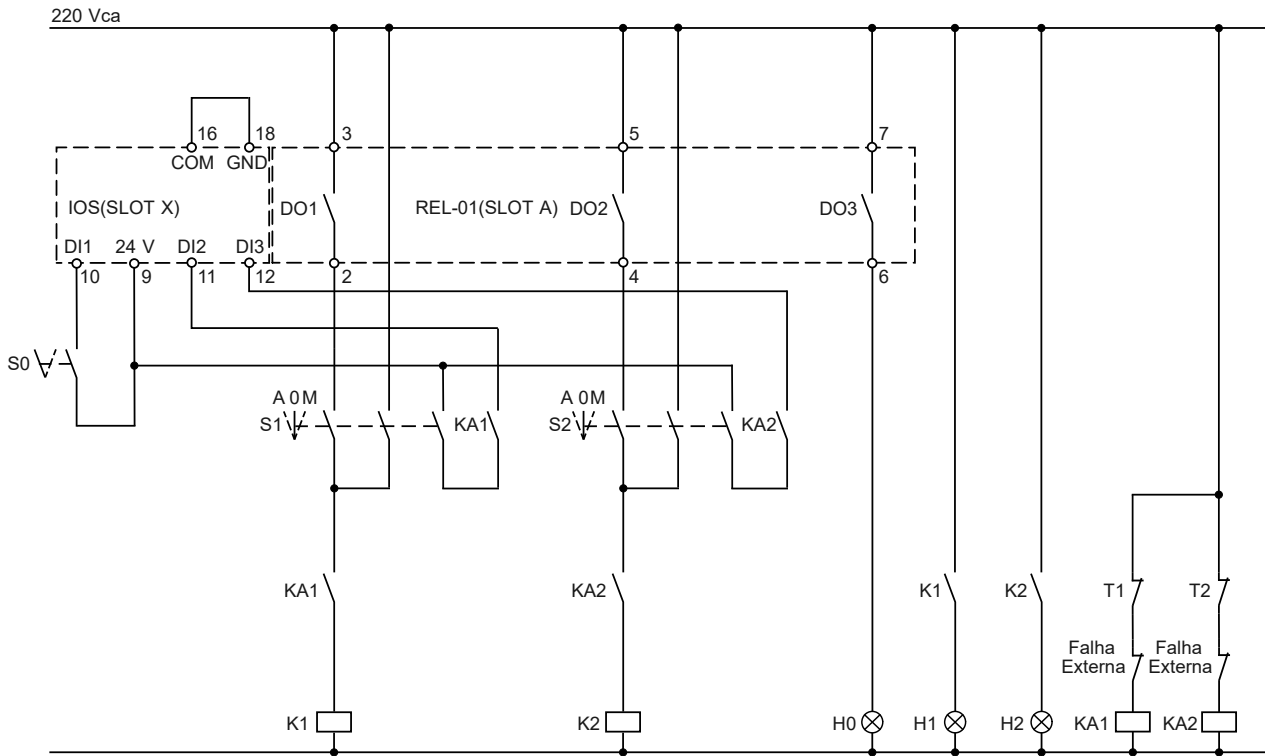

Figura 3.14: Diagrama funcional para a aplicação Pump Genius Multipump com controle fixo e três bombas em paralelo
As bombas 1 e 2 podem ser acionadas por contatores (partida direta ou estrela-triângulo), chaves de partida estática (softstater), relés inteligentes, etc. As sinalizações H0, H1 e H2 não são necessárias para o funcionamento do Pump Genius Multipump com controle fixo, pois elas são utilizadas para indicar a condição de funcionamento das bombas no quadro de comando (QC). Na Figura 3.11 na página 3-12, as sinalizações H1 e H2 vêm de contatos auxiliares dos contatores K1 e K2 que acionam as bombas 1 e 2 conforme mostrado na Figura 3.14 na página 3-16.
A Figura 3.14 na página 3-16 apresenta o diagrama funcional de um sistema de bombeamento com três bombas em paralelo com controle fixo.